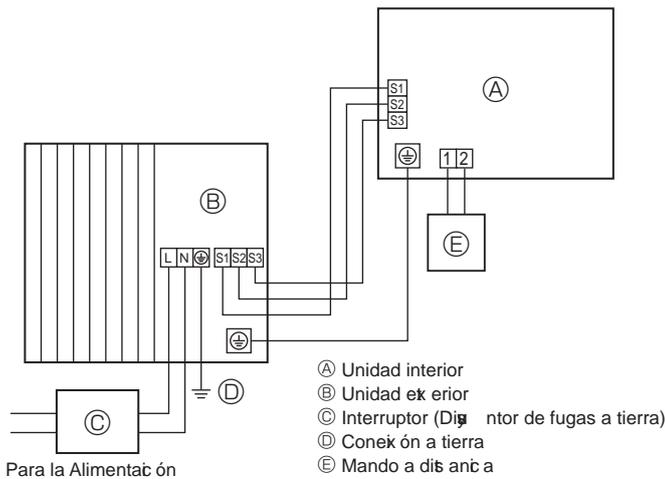
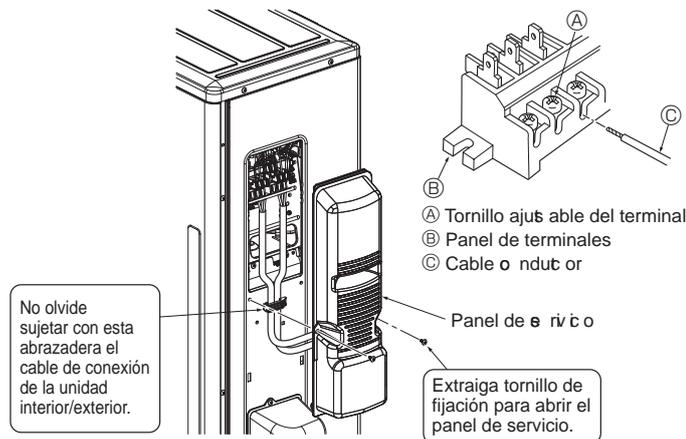
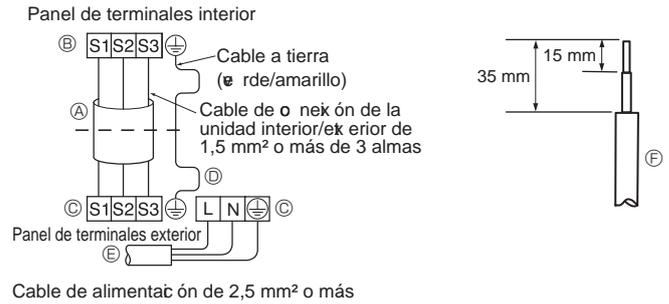

Fig. 6-1
Fig. 6-3
Fig. 6-2
### 6.1. Unidad exterior (Fig. 6-1, Fig. 6-2, Fig. 6-3)
- ① Retire el panel de servicio.
- ② Conecte los cables de acuerdo con la Fig. 6-1, Fig. 6-2 y la Fig. 6-3.
- Realice el tendido eléctrico como muestra el diagrama inferior izquierdo (los cables no vienen incluidos). (Fig. 6-2)